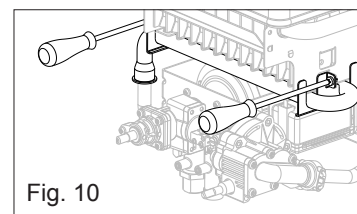

Fig. 10
- Dévisser les vis qui tiennent en position le collecteur (fig. 10)